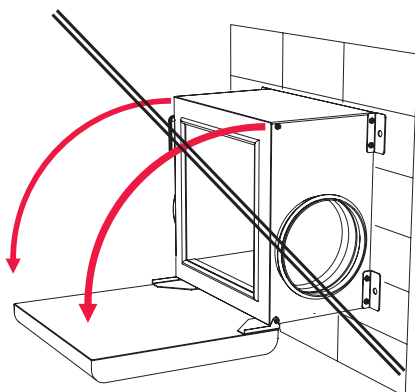

Fig. 5.5.3 Montage impossible du ventilateur
- Les ventilateurs peuvent être installés sur des murs, au sol ou au plafond. Quatre (4) vis de fixation sont fournies à ces fins.
- La Fig. 5.5.3. montre un montage impossible du ventilateur.